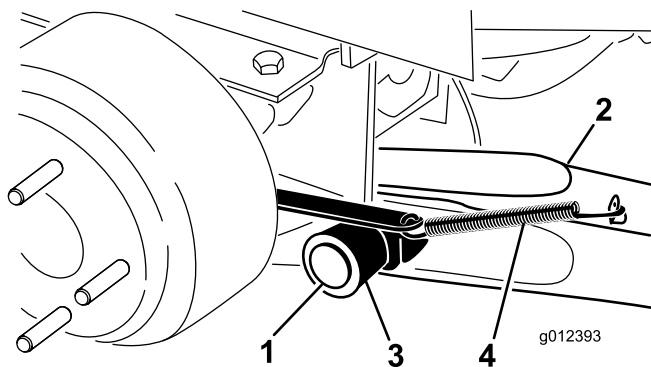

図2
4. ピボット・ピン1本、コッター・ピン1本を使って、ピボット・ブラケットに昇降アームを取り付ける図2。昇降アームを、曲がった部分が外側を向くようにして取り付ける。
5. ブレーキリターンズプリングを昇降アームのタブ引っ掛ける図2。